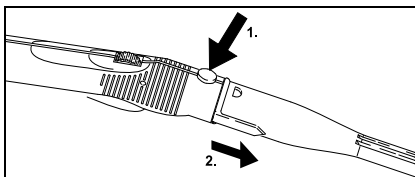

Fig. 9
- Pentru detașarea accesoriilor, apăsați butonul de dezăvoraire (C2, respectiv G3) și despărțiți părțile componente (vezi fig. 9).